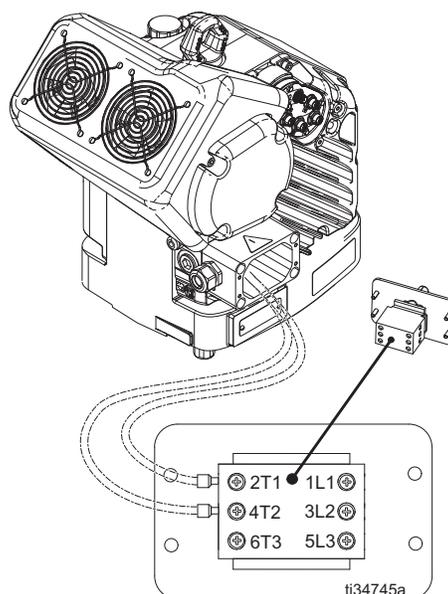

図 4: 端子接続
3. 電源断路器 (D) とジャンクションボックスカバー (DA) をドライバーから外したら、ジャンクションボックス内の配線が図 4 のように設置されていることを確認します。
5. 電線を端子 1L1 と 3L2 につなぎます。図 4 を参照してください。